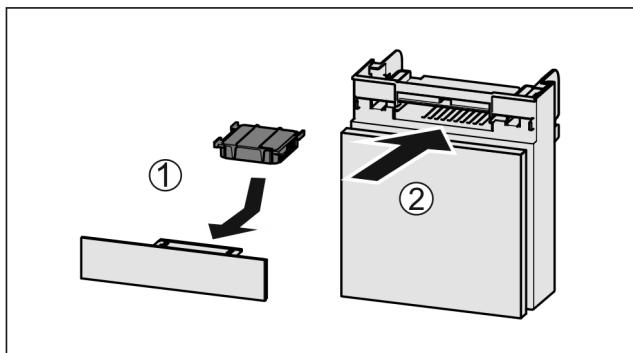

Fig. 76
- Поставете Fig. 76 (1) филтъра с активен въглен, както е показано на фигурата.
- Вкарайте Fig. 76 (2) отделението.